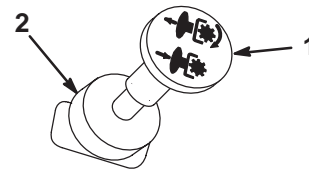

Bild 8
3. Ziehen Sie den ZWA-Schalter heraus, um ihn zu aktivieren (Bild 8).
Schieben Sie den ZWA-Schalter auf „Aus“ (Bild 8).